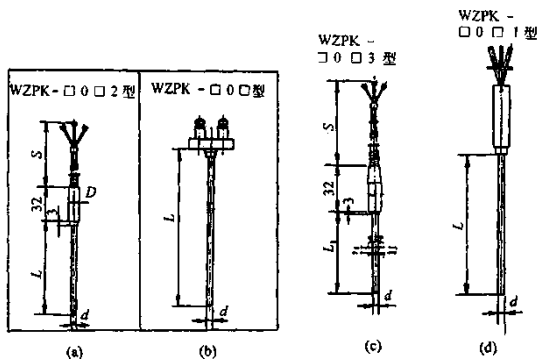

图 1-47 WZPK 系列热电阻外形示例
②	插入长度	l	单位: mm
③	套管材质	A	1Cr18Ni9Ti
④	附加装置	参照 WRG□K 系列标准部件产品样本
6) 外形及尺寸: 见图 1-47。